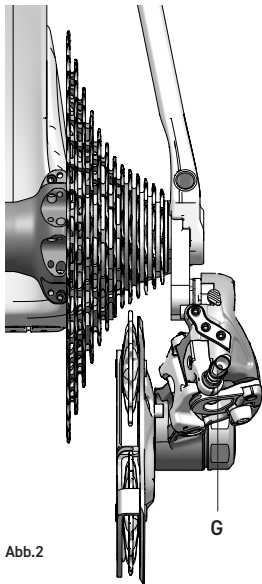

Abb.2
- wenn das obere Schaltröllchen sich rechts vom Ritzel befindet und/oder das Schaltwerk nur schwer auf das größere Ritzel aufsteigt, drehen Sie die Einstellschraube gegen den Uhrzeigersinn (losschrauben) (G - Abb.2), um das Schaltwerk nach innen zu verstellen